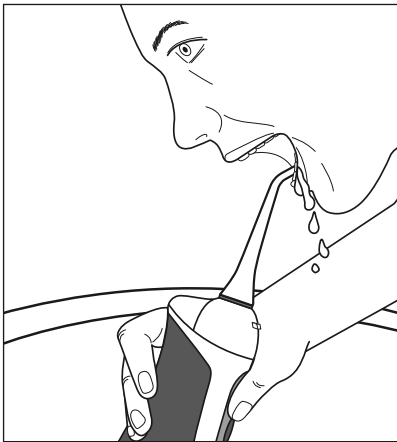

Abb. 1
- ▶ Achten Sie darauf, dass Sie während der Benutzung die Luftzufuhröffnungen ④ auf der Rückseite des Handteils ⑤ nicht mit den Fingern verschliessen.
- ▶ Halten Sie während der Benutzung das Handteil ⑤ zu schräg, kann Wasser aus den Luftzufuhröffnungen ④ austreten.
- ▶ Das Handteil ⑤ schaltet sich automatisch nach ca. 50 Sekunden (jet)/ca. 60 Sekunden (normal)/ ca. 70 Sekunden (soft) aus, auch wenn sich noch Wasser im Wassertank ⑥ befindet.
- 4) Führen Sie den Aufsatz **2** in den Mund, um umherspritzendes Wasser zu vermeiden. Beugen Sie sich über das Waschbecken und halten Sie das Handteil **5** möglichst aufrecht (siehe Abb. 1). Die Düse **1** des Aufsatzes **2** ist auf die Zähne/Zahnzwischenräume gerichtet.